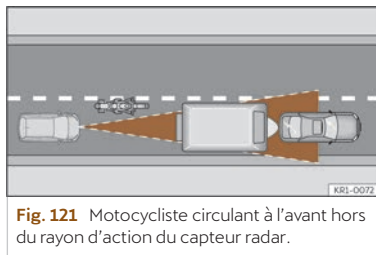

Fig. 121 Motocycliste circulant à l'avant hors du rayon d'action du capteur radar.
- Véhicules circulant de manière non alignée ou en dehors de la zone de détection du capteur, par exemple, des motos >>> **fig. 121.**